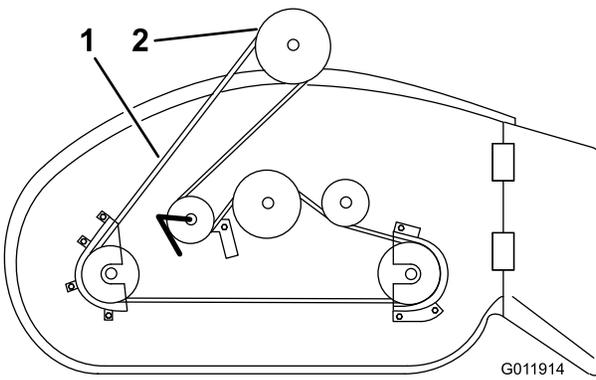

Bild 21
15. Nehmen Sie den Mähwerkriemen von der elektromagnetischen Kupplungsriemenscheibe ab (Bild 21).